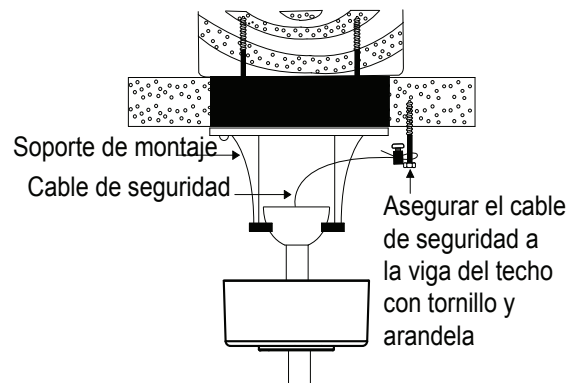

Fig. 12
**Paso 1.** Sujeta el tornillo para madera y las arandelas suministrados a las vigas del techo junto al soporte de montaje pero no lo aprietes. (Fig. 12)